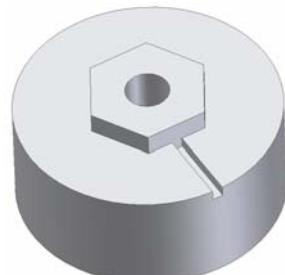

Figura 3.6.3.
- Rolă 1 - $\Phi 24/\Phi 4 \times 10$ + Hexagon 5x2, figura 3.6.3 ;